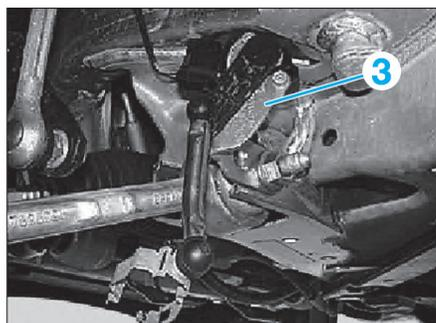

Fig. 26
- Retirer au besoin le support (3) avec le capteur d'assiette (avec phares au Xénon) (Fig.26).